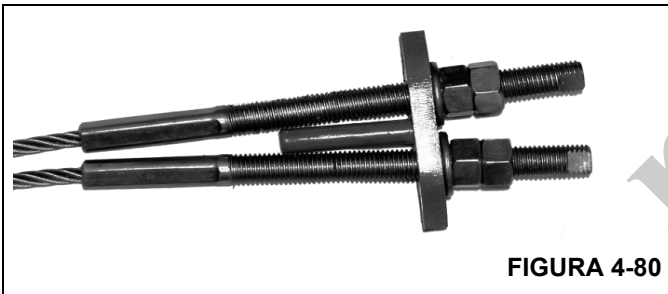

FIGURA 4-80
34. Conecte dois cabos a cada ponto de fixação, ajuste cada cabo para 1.75 pol. e instale as contraporcas (Figura 4-80).